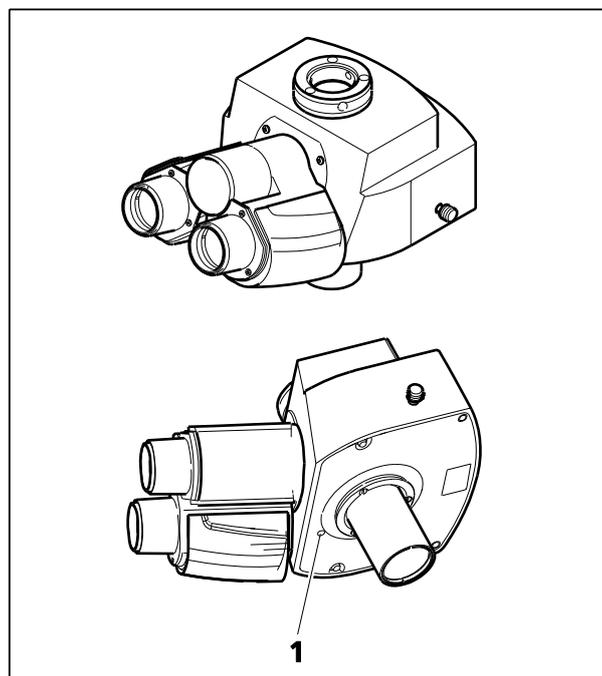

图 3-47 设置操纵杆
- 使用位于下侧的螺钉（宽度 A/F 1.5）（图 3-47/1）设置运动距离。